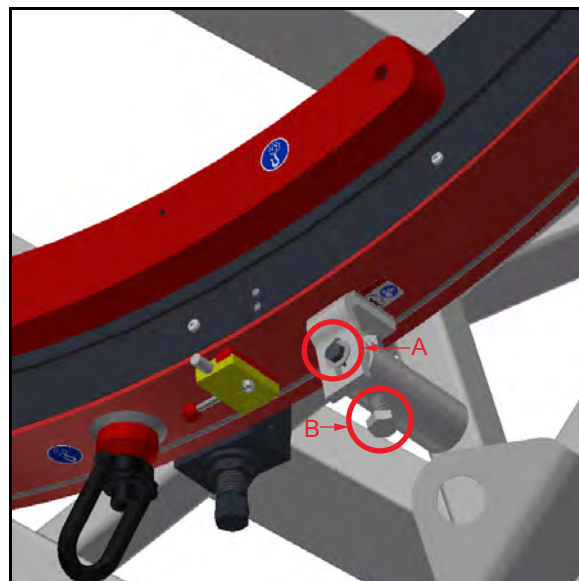

РИСУНОК 6-2. РАСПОЛОЖЕНИЕ ВНЕШНИХ ВИНТОВ (ПОКАЗАНА МОДЕЛЬ ODF80)
5. Ослабьте винт с маркировкой А на Рис. 6-2., а затем подтяните вин с маркировкой В с усилием около 50 дюйм-фунтов (6 Н·м).